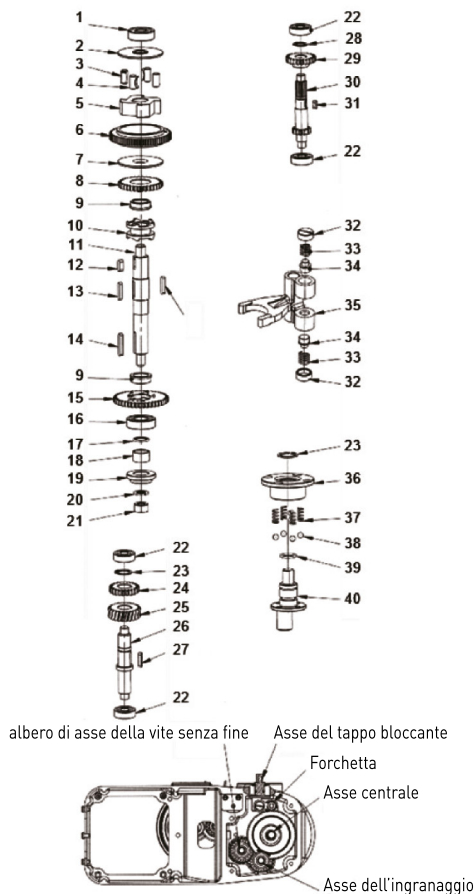

Fig. 2: Unità di ingranaggio
- Unità di ingranaggio (Fig. 2);
Elenco di pezzi dell'apparecchio sulla Fig. 2